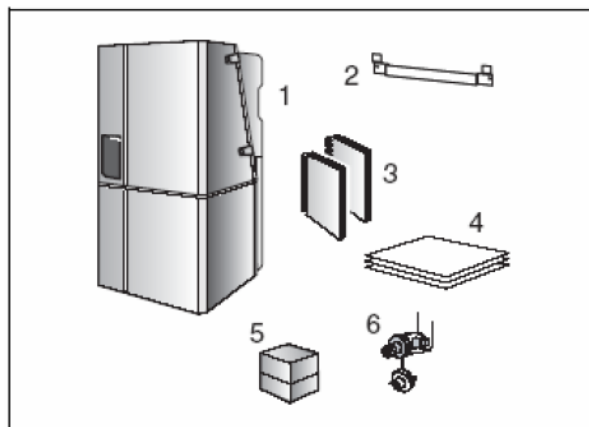

Рис. 5 Объем поставки
- Открыть крышку пульта управления (рис. 5, поз. 1)
- Удалить винты (рис.5, поз. 2)
- Оба байонетных замка отвернуть ключом воздушника на четверть оборота (рис.5, поз.3)
- Открыть защелки (рис.5, поз. 4)
- Снять обшивку вперед (рис.5, поз.5)